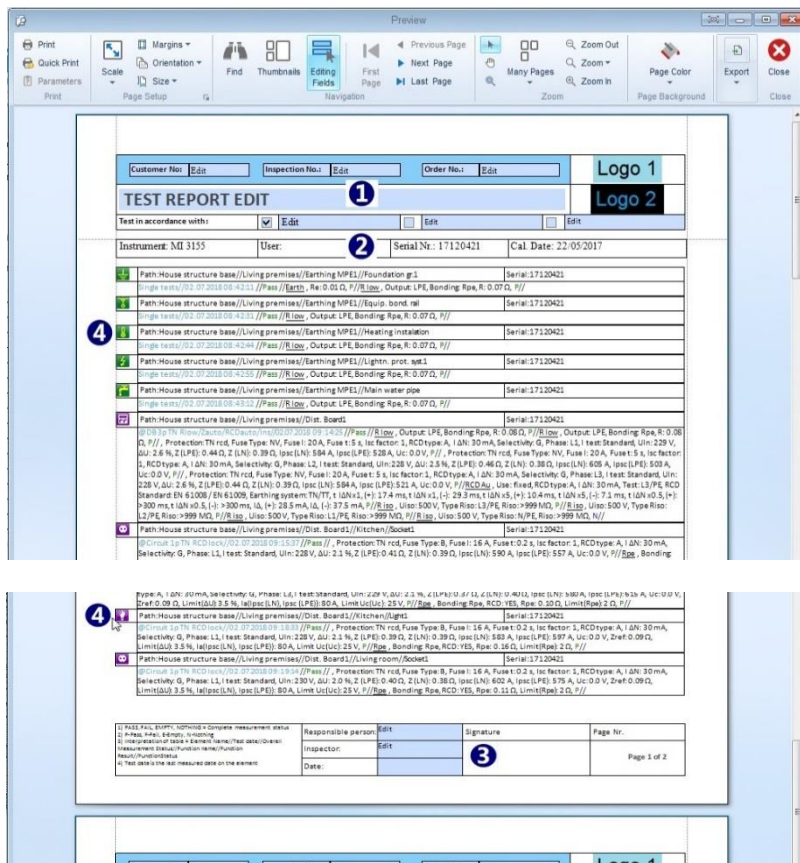

Abbildung 9.4: Vorschau des grundlegenden Berichtsdokumentformats
- Klicken Sie auf  **Basic report** innerhalb der Gruppe Tools der Start-Registerkarte des Menüs öffnet das Dokument Testprojekt Grundlegender Bericht im Fenster Vorschau-Manager, siehe **Abbildung 9.4**.
- **Die Kopfzeile** des Dokuments Testprojekt Basisbericht (❶) erscheint oben auf jeder Seite:
- Vollständige **Gerätedaten** (❷) erscheint nur am Anfang der Ergebnisliste auf der ersten Seite. Die Gerätedaten wurden automatisch eingestellt, als die Datenstrukturdatei heruntergeladen wurde.
- **Fußzeile** des Dokuments Testprojekt Basisbericht (❸) erscheint am unteren Rand jeder Seite und enthält:
- **Ergebnisse** (❹) Ergebnisse werden in zwei Tabellenzeilen dargestellt: